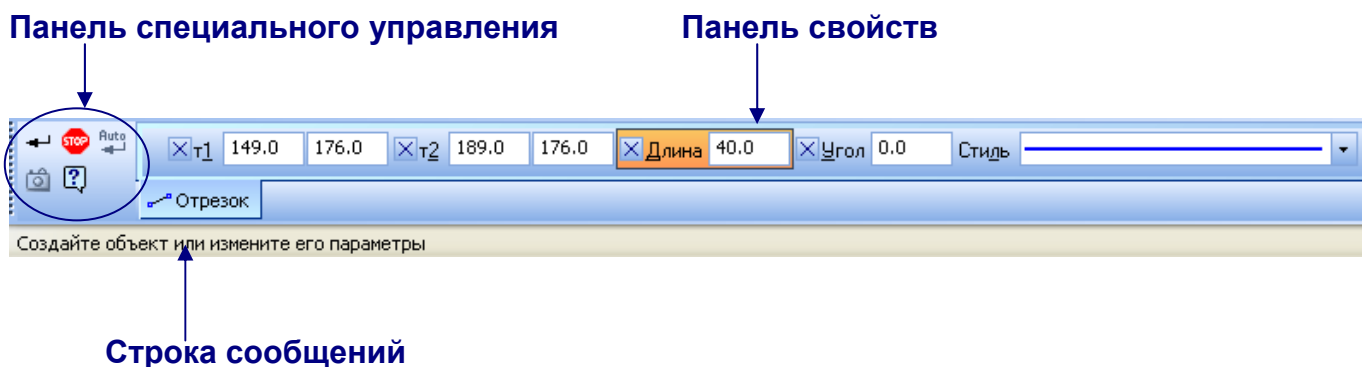

Рисунок 23 – Панель свойств, Панель специального управления и Строка сообщений системы
**Панель свойств** (рисунок 23) служит для управления процессом выполнения команды. На ней расположены одна или несколько закладок и **Панель специального управления** (рисунок 23).